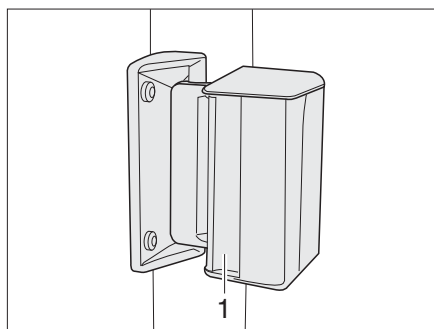

Bild 13 Schiebefenster
- Griff (Bild 13,1) drücken und gleichzeitig nach vorn oder hinten schieben oder ziehen.